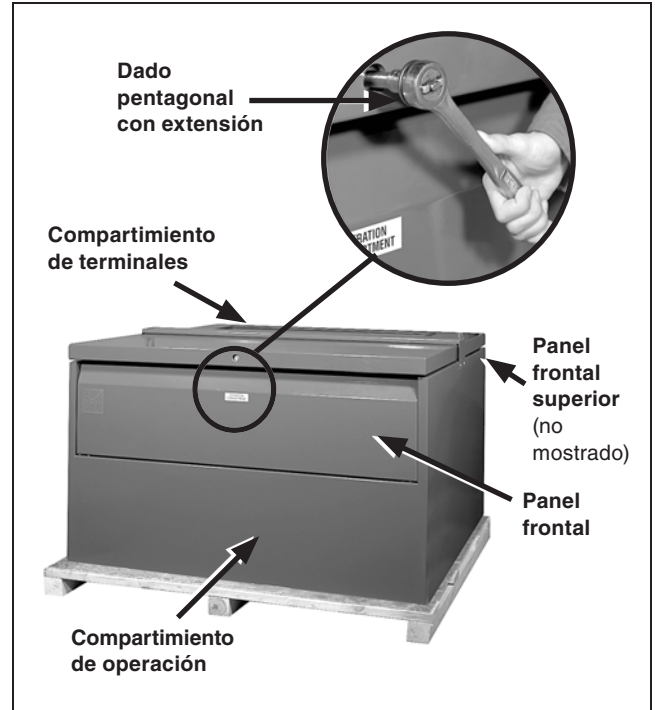

Figura 8. Afloje los pernos de cabeza pentagonal.
PASO 1. Usando una llave de tuercas para el dado pentagonal con extensión o una herramienta pentagonal, afloje los pernos de cabeza pentagonal que aseguran los techos abisagrados al gabinete. Ver Figura 8.